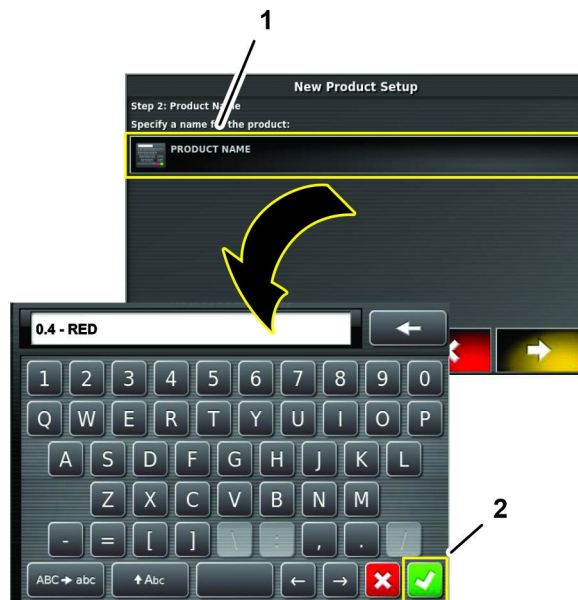

Figura 118
7. Pressione o ícone NOME DO PRODUTO, introduza o nome no teclado virtual e, em seguida, pressione o ícone Confirmar (Figura 118).